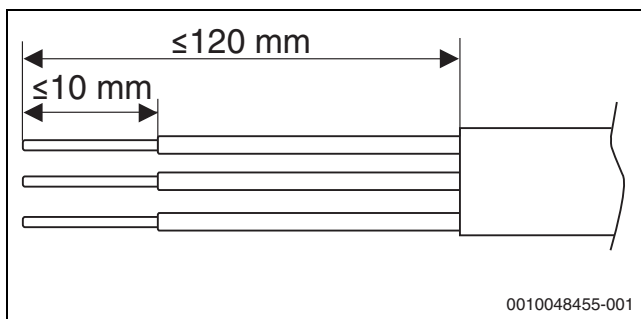

Bild 37 Abisolierung Netzanschlussleitung
- Anschlusskabel für CAN-BUS durch die linke Kabelverschraubungen (1) führen.
- Anschlusskabel für den Netzanschluss durch die rechte Kabelverschraubungen (2) führen.
- ▶ Kabel entsprechend → Abbildung 37 abisolieren.